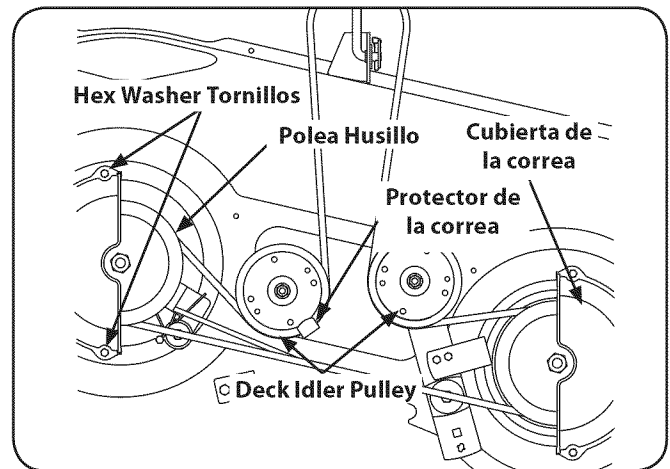

Figura 7-9
3. Retire la cinta cubre quitando los tornillos hexagonales que sujetan lavadora a la cubierta. Véase la Figura 7-9.
5. Retire con cuidado la cinta de cubierta de alrededor de las dos poleas del husillo y las dos poleas polea tensora de la cubierta. Véase la Figura 7-9.
6. Para colocar la correa nueva, empieza haciendo que el cinturón alrededor de las dos poleas exterior del huso, como se muestra en la Figura 7-9.
7. Luego, la cinta de ruta alrededor de las dos polines poleas de la cubierta como se muestra en la Figura 7-9.